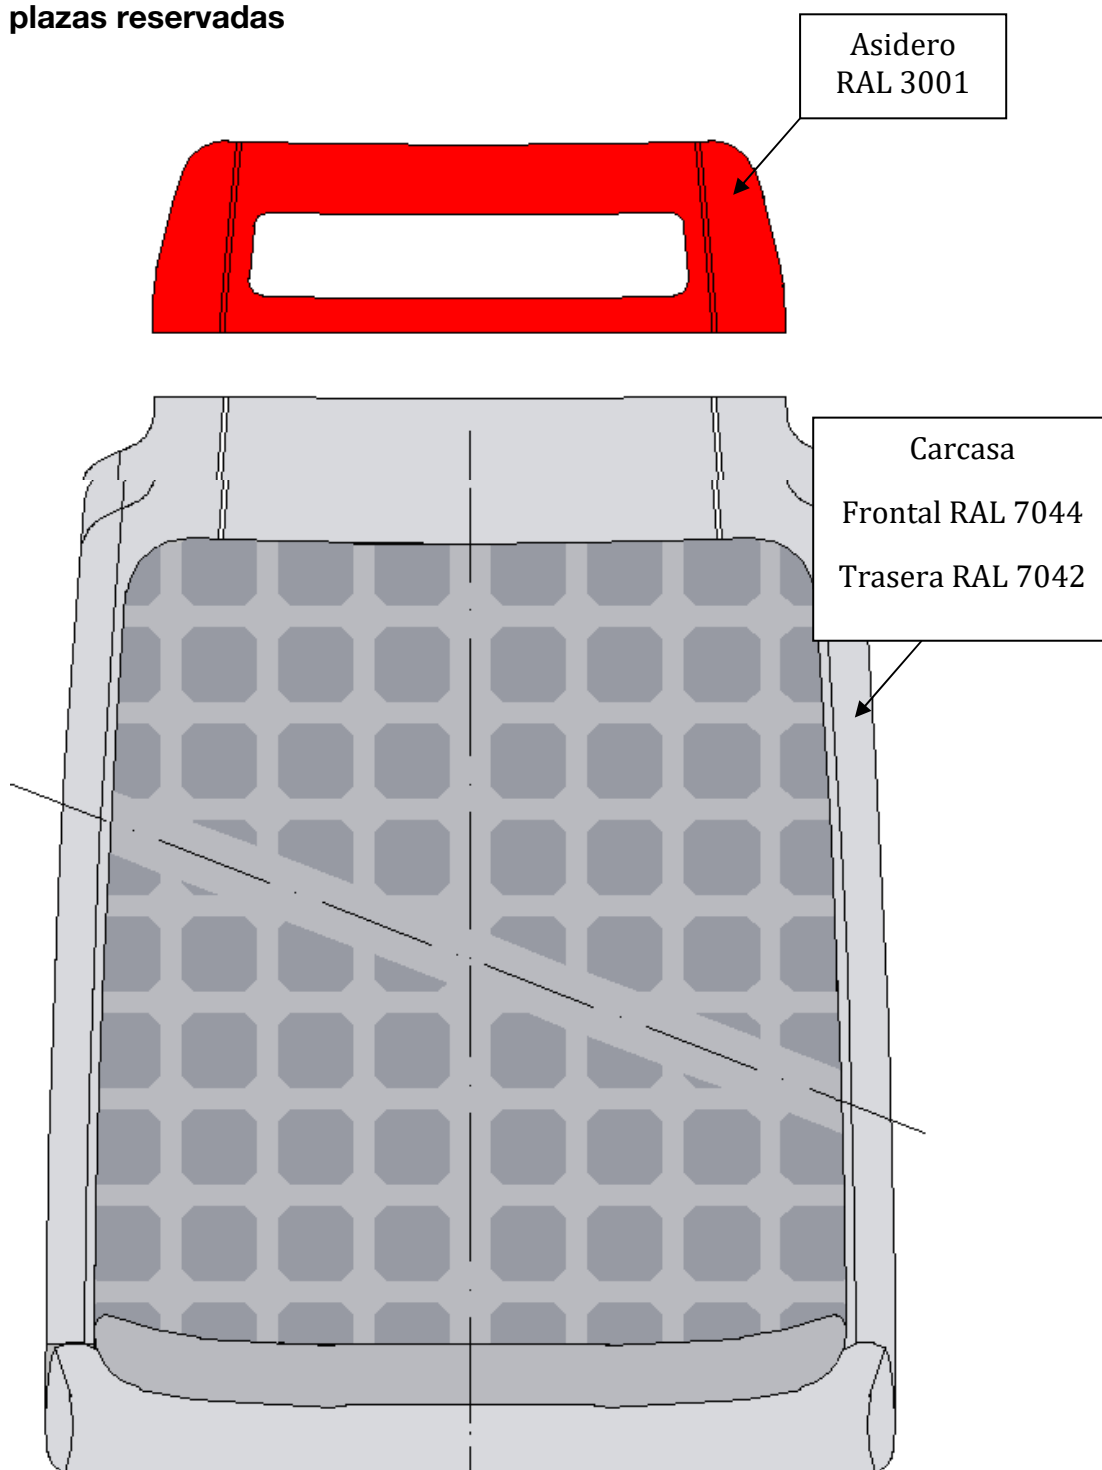

Figura 5
- k – Los respaldos isquiáticos, en su parte superior, tendrán un diseño asimétrico. Quedando la parte más elevada en el lado ventanas (figura 5).